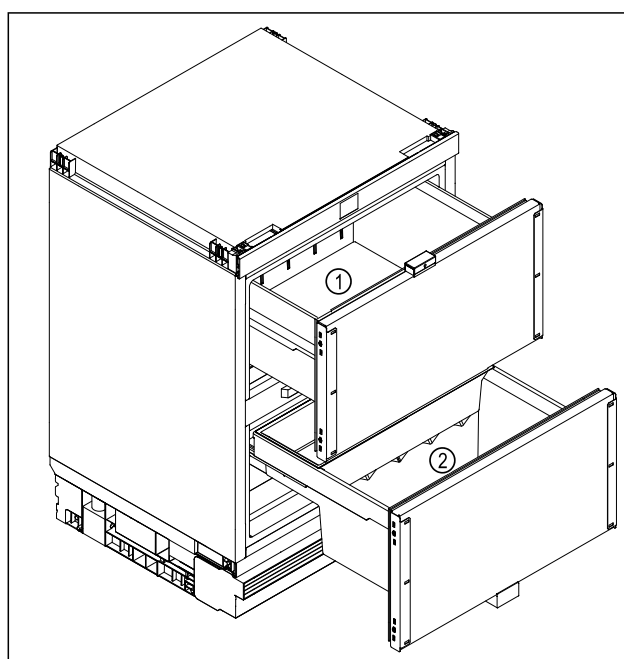

Fig. 7 Beispielhafte Darstellung
- ▶ Oberer Auszugswagen Fig. 7 (1): Kälteempfindliche Lebensmittel, Butter, Käse, Konserven lagern.
- ▶ Unterer Auszugswagen Fig. 7 (2): Leicht verderbliche Lebensmittel wie fertige Speisen, Fisch, Fleisch und Wurstwaren, frische Milchprodukte lagern.